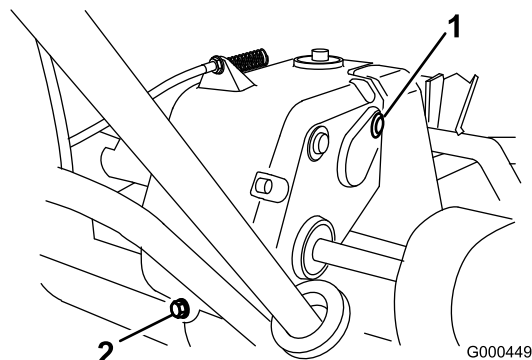

図 30
2. トランスミッション右側にある点検・補給プラグ（図 30）を抜き取る。